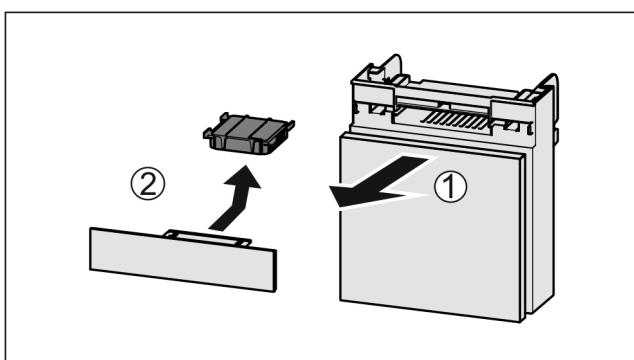

Fig. 103
- Вытянуть Fig. 103 (1) отделение движением вперед.
- Извлечение Fig. 103 (2) фильтра с активированным углем.